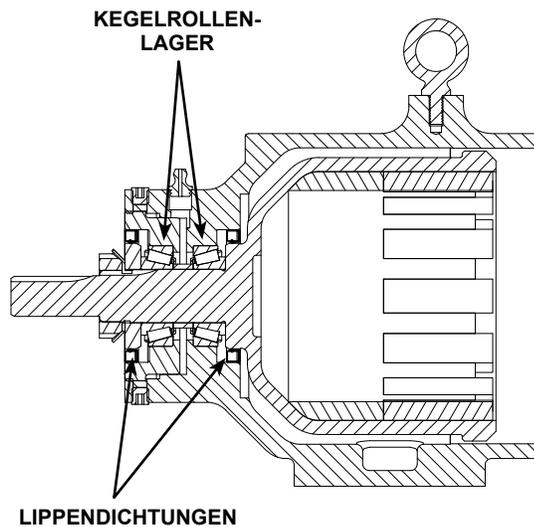

ABBILDUNG 9
2. Die innere Lippendichtung in die Halterung und die äussere Lippendichtung in den Enddeckel drücken und die Dichtringe dann schmieren (siehe **Abbildung 9** bzgl. Ausrichtung der Lippendichtungen und Lager).